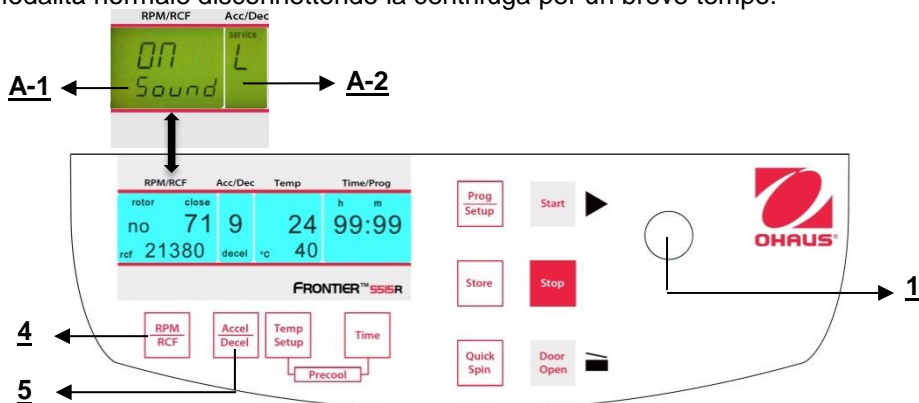

Figura 33
Procedere come descritto al punto 4.1.2 per inserire questa modalità programma e poi premere il tasto **"Accel/Decel"** (5). **Sul display "Acc/Dec" (A-2) lampeggia la parola "Service"**. Selezionare adesso la lettera **"L"** con la manopola di regolazione (1). Di conseguenza, compaiono le parole **"On Sound"** sul display **"RPM | RCF"** (4). Se adesso si preme il tasto **"RPM | RCF"** (4), lampeggia la parola **"On"** e si può disattivare la suoneria, con la manopola di regolazione(1) (Vedere figura 33). Dopo che si sono salvate le impostazioni (Vedere 4.1.2) ritornare nuovamente alla modalità normale disconnettendo la centrifuga per un breve tempo.